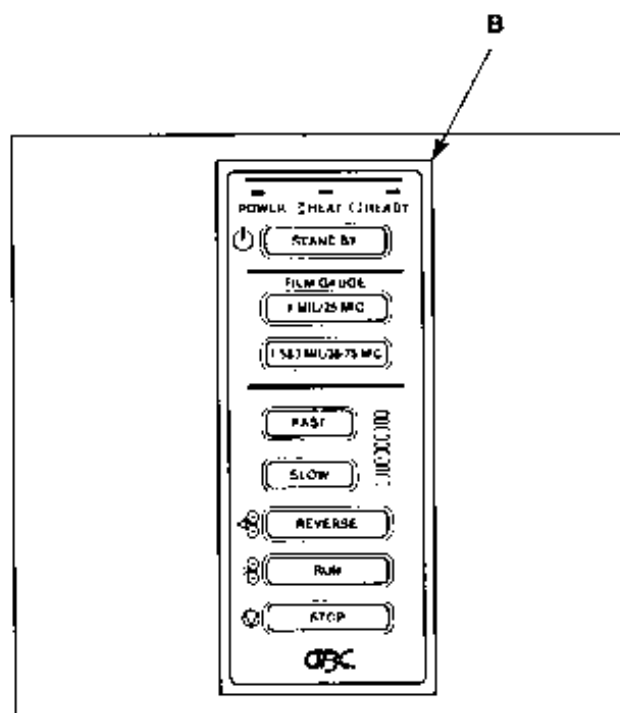

Fig. 2
B. CONTROL PANEL: Figure 2
B. KONTROLLANZEIGE (Abb. 2)
B. BEDIENINGSPANEEL: Afb. 2
B. PANNEAU DE CONTRÔLE: figure 2